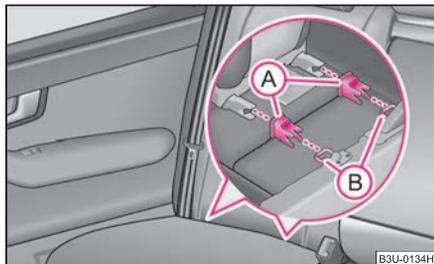

Abb. 128 Halteösen (ISOFIX-System)
- Stecken Sie die Aufnahme-trichter (A) auf die Halteösen (B) zwischen Rückenlehne und Sitzfläche ⇒ Abb. 128.